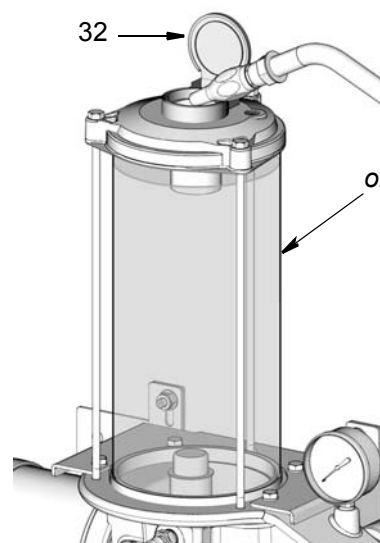

Рис. 7
2. Медленно заливайте масло (o) до тех пор, пока резервуар не наполнится согласно своей вместимости (Рис. 7). Соблюдайте осторожность, чтобы не наполнять резервуар слишком быстро и не превысить вместимость резервуара.
3. Закройте колпачок маслозаливного патрубка (32), чтобы предотвратить загрязнение и расплескивание материала (Рис. 7).